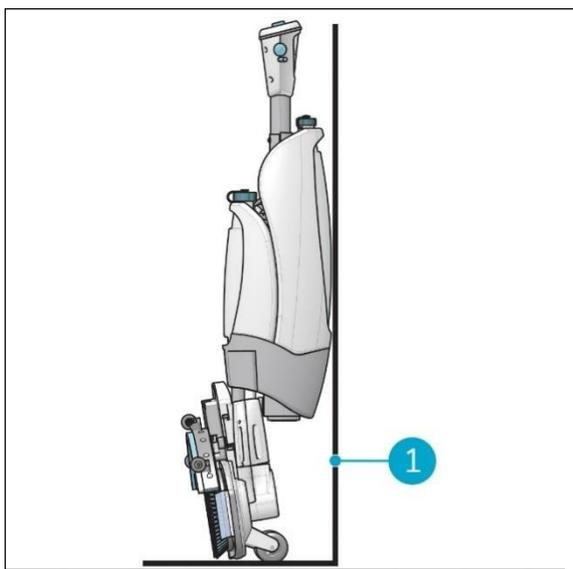

Figura 22
3. Riporre l'i-mop XL basic vicino a una parete (Figura 22, Pos. 1) in modo che l'impugnatura sia rivolta verso la parete e le spazzole siano rivolte verso la parete.